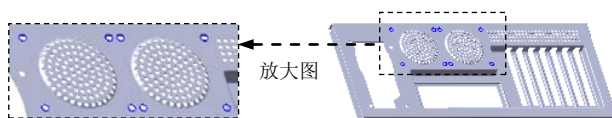
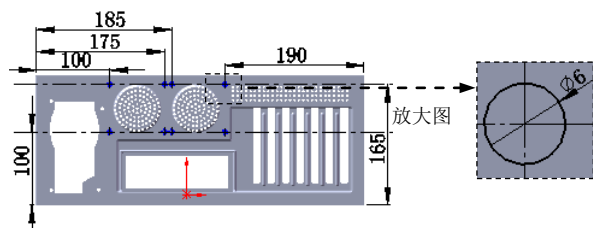

图 17.7.85 创建切除—拉伸 5
图 17.7.86 横断面草图
Step20. 创建图 17.7.85 所示的切除—拉伸 5，横断面草图如图 17.7.86 所示。